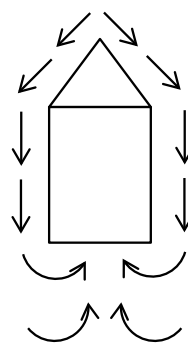

図 4-4 渦の発生
- 渦抵抗 …… 図 4-4 のように物体の後ろ側に渦が発生し，これが抵抗となる。後ろ側の形状が四角形になるほど，渦は発生しやすい。